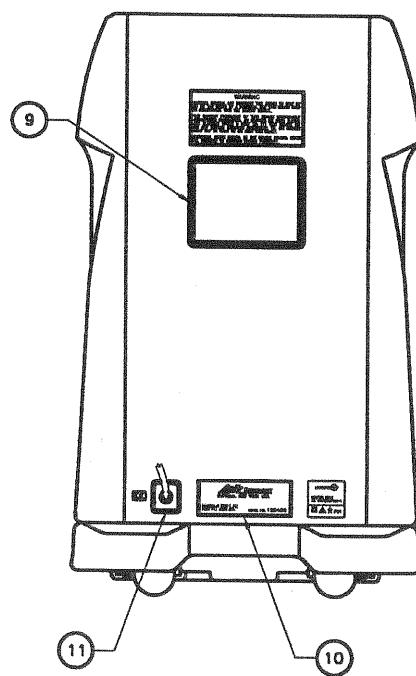

Fig. I.2
I.2 Lato posteriore (Fig. I.2).....	3-IT
I. 2. Lato posteriore (Fig. I. 2)